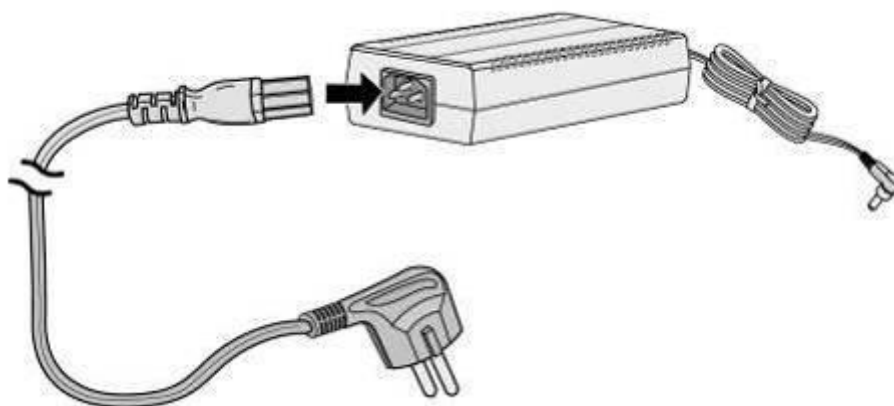

Рис. 2.1.15-1 Адаптер электропитания (тип G)
- разъем для подключения адаптера электропитания, см. Рис. 2.1.15 Адаптер электропитания (тип G),
На Рис. 2.1.15-1 показан адаптер электропитания для модулей системы iPECS.